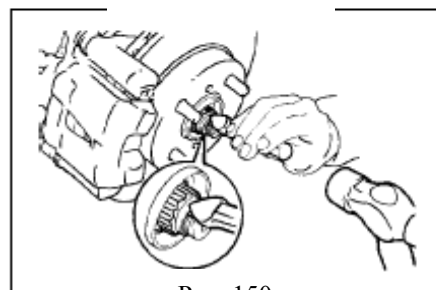

Рис. 150
- (2) С помощью молотка и керна закерните стопорную гайку ступицы. (рис. 150)